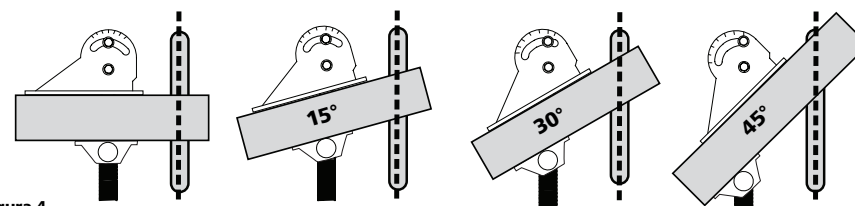

Figura 4
- El tope auxiliar de la prensa puede inclinarse en ángulo entre -30° y +45°. Afloje los dos tornillos de fijación que están en el tope auxiliar e incline hasta el ángulo deseado, luego ajuste los tornillos de fijación nuevamente. (Vea la figura 4).